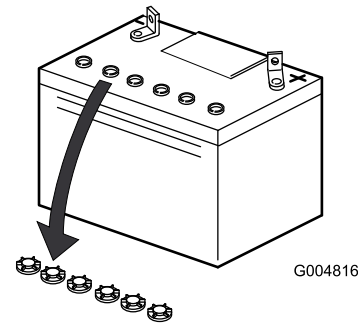

Figura 3
3. Togliete i tappi di spurgo dalla batteria (Figura 3).